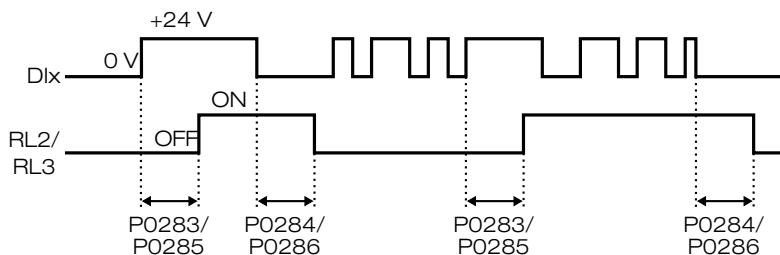

Figura 5.35: Funcionamiento de la función temporizador RL2 y RL3
- Consulte la Tabla 5.45 en la página 5-59, la Figura 5.33 en la página 5-57 y la Figura 5.35 en la página 5-58 para más detalles referentes a las funciones de las entradas digitales.
- La función ‘**Temporizador RL2 y RL3**’, tratase de un temporizador para activar y desactivar los relés 2 y 3 (RL2 y RL3). Cuando programado en alguna DIx la función de temporización de los relés 2 y 3, y fuera efectuada la transición de 0 Volt para 24 Volts, el relé programado será activado de acuerdo con el tiempo ajustado en P0283 (RL2) o P0285 (RL3). Cuando ocurre la transición de 24 Volts para 0 Volts, el relé programado será desactivado de acuerdo con el tiempo ajustado en P0284 (RL2) o P0286 (RL3). Luego de la transición de la DIx, para activar o desactivar el relé programado, es necesario que la DIx permanezca en on/off por lo menos el tiempo ajustado en los parámetros P0283/P0285 y P0284/P0286. Caso contrario el temporizador será reseteado. Mirar Figura 5.35 en la página 5-58. **Obs.:** Para efectuar esta función es necesario programar P0279 y/o P0280 = 29 (Temporizador).